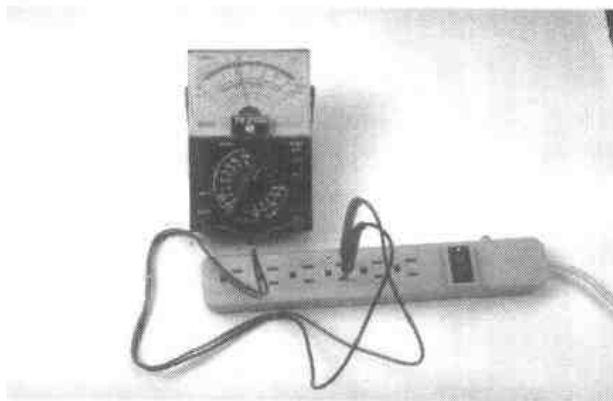

图 1-6
(3) 将测试棒插入家中的电源插座孔内(如图 1-6 所示,正反插入皆可),测试是否有电。若无电则电表指针停留在原处不动,若有电则万用表指针将指到 220V 处,表示市电供电正常(注:祖国大陆的标准电压值是 220V,而实际的供电会有 $\pm 15\%$ 的偏差,所以指针指在 187V~253V 范围内都是正常的)。若测量时发现指针左右摆动不定,甚至有时低于 187V,说明此电源所提供的电压极不稳定。千万不要使用此类电源给电脑供电,以避免因电源不稳定而造成死机的现象。
(4) 另外需要注意的是,世界上有些地区使用 110V 的市电,相应的这些地方生产的电脑也使用 110V 的供电电压。这时您切记不可把您使用的 110V 电压的电脑插头插入 220V 的插座中,否则您的电脑可能要烧毁了。